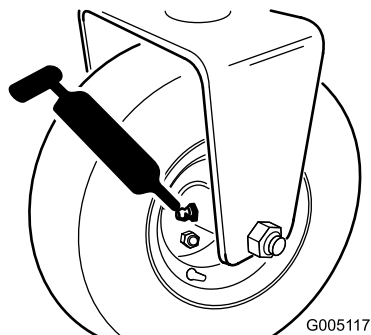

Figura 25
- Cuscinetti della ruota posteriore (1) (Figura 25)